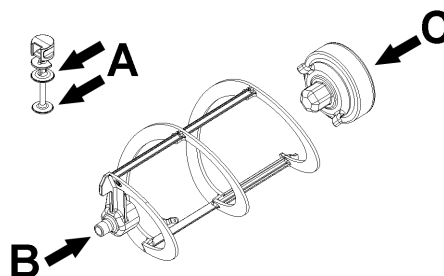
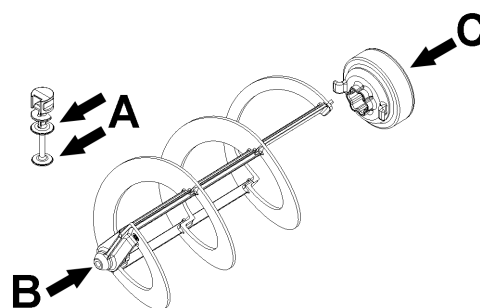

Bild 19
Bild 20
- 2 Den Kolben des Zapfhahns, den Sechskantanschluss und den Rührarm an den in (Bild 19) (B-Frozen 6) o (Bild 20) (B-Frozen 10) gezeigten Punkten schmieren, dabei ausschließlich das dem Gerät mitgelieferte Schmierfett oder andere Fette verwenden, die den Vorschriften der Nahrungsmittelindustrie entsprechen.